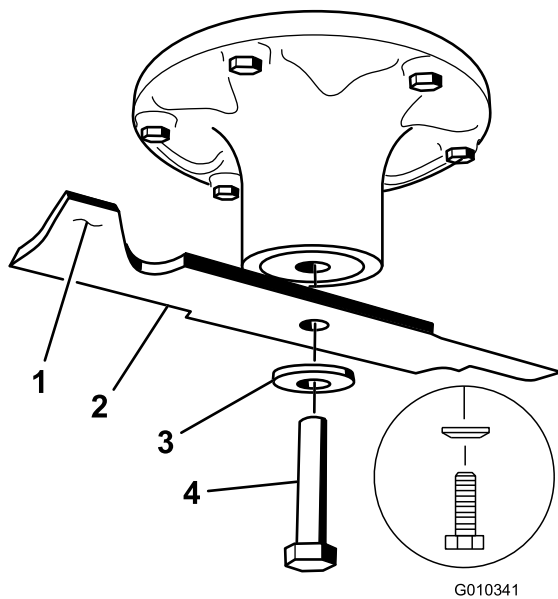
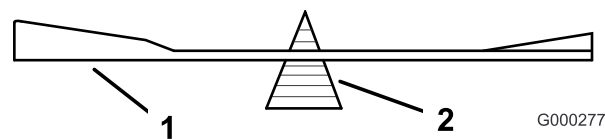

Figure 55
Figure 57
Tenez la lame à son extrémité avec un chiffon ou un gant épais. Enlevez de l'axe, le boulon, la rondelle bombée et la lame (Figure 55).
2. Vérifiez l'équilibre de la lame en la plaçant sur un équilibreur (Figure 57). Si la lame reste horizontale, elle est équilibrée et peut être utilisée. Si la lame est déséquilibrée, limez un peu l'extrémité de la partie relevée seulement (Figure 55). Répétez la procédure jusqu'à ce que la lame soit équilibrée.
1. Placez la lame sur l'axe (Figure 55).
2. Installez la rondelle élastique et le boulon de la lame. Le cône de la rondelle élastique doit être dirigé vers la tête du boulon (Figure 55). Serrez le boulon à un couple de 135 à 150 Nm (100 à 110 pi-lb).